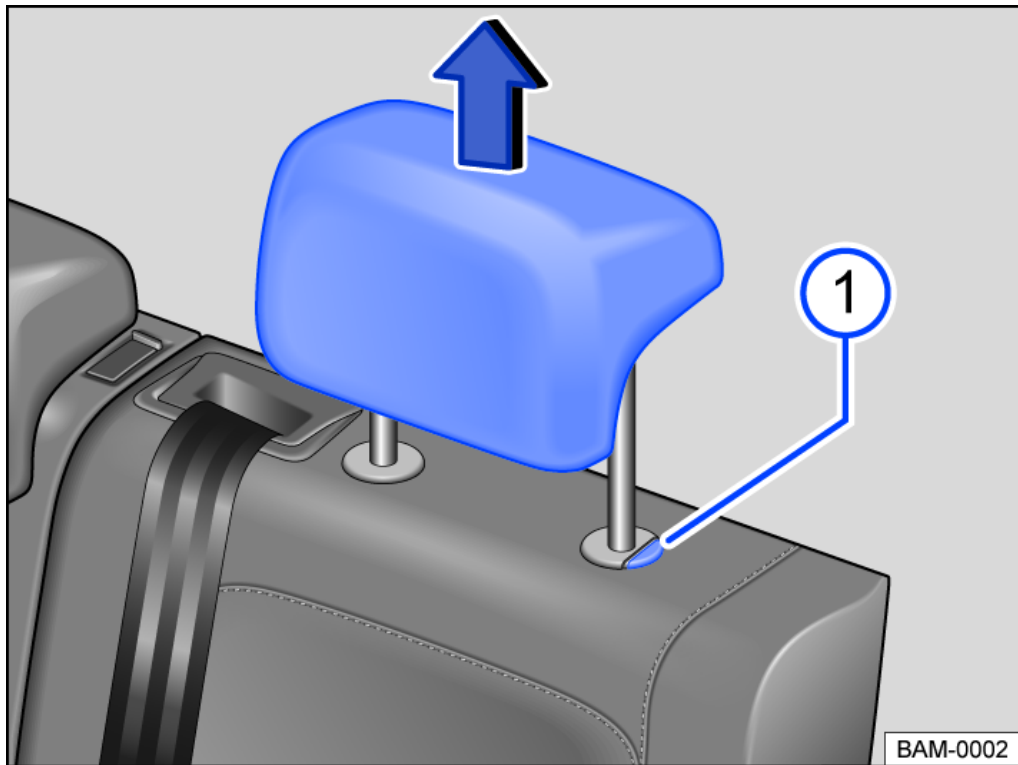

Abb. 2 Kopfstütze hinten: Ausbauen.
- Kopfstütze bei gedrückter Taste → *Abb. 2* **1** ganz herausziehen.
- Kopfstütze bei gedrückter Taste → *Abb. 2* **1** nach unten schieben.